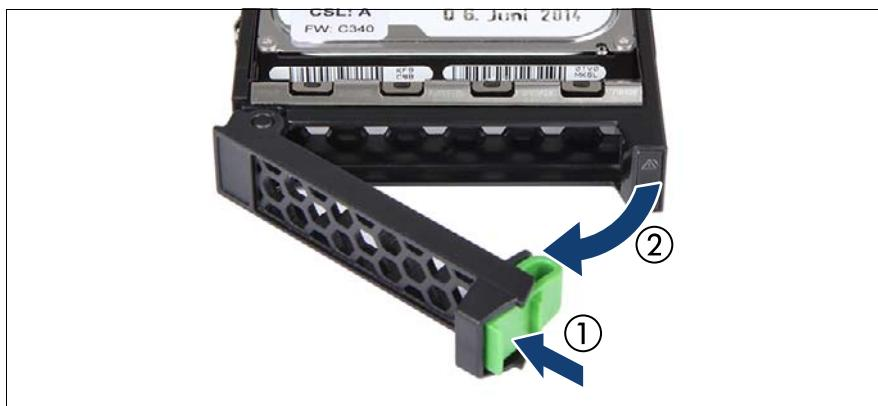

図 88: 2.5 インチ HDD/SSD モジュールのロックレバーを開く
- 緑色のロッキングラッチをはさんで、ロックレバーを開きます (172 ページ の図 88 を参照)。